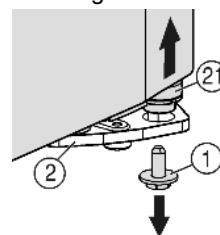
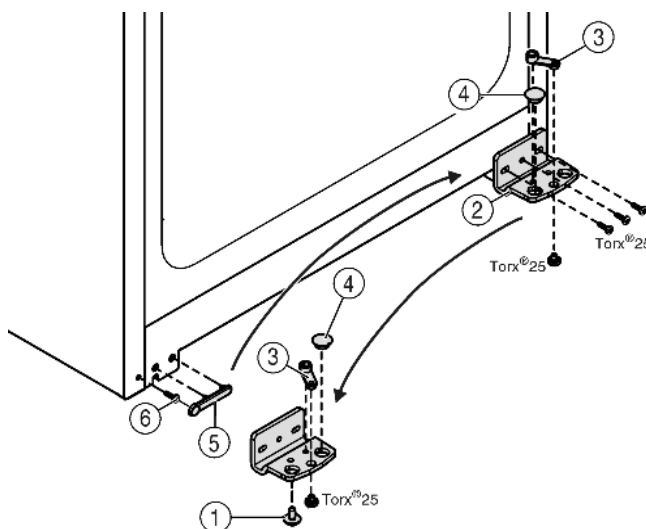

Fig. 5
Fig. 6
- ▶ Dévisser la vis de blocage du support d'appui *Fig. 5 (1)* en bas à droite.
- ▶ Le pivot d'appui *Fig. 5 (21)* se desserre du support d'appui *Fig. 6 (2)*.
- ▶ Si le pivot d'appui *Fig. 5 (21)* ne se desserre pas, chasser le support par le bas.
- ▶ Dévisser le support d'appui *Fig. 6 (2)*.
- ▶ Dévisser l'élément pivotant *Fig. 6 (3)* et le permuter dans le trou opposé du support d'appui, revisser à fond.
- ▶ Retirer le bouchon *Fig. 6 (4)* du support d'appui et le placer dans le trou du côté opposé au support d'appui.
- ▶ Retirer le cache *Fig. 6 (5)* côté poignée avec précaution.
- ▶ Retirer la vis *Fig. 6 (6)* et la revisser sur le côté opposé.
- ▶ Remettre en place le cache *Fig. 6 (5)*.
- ▶ Revisser le support d'appui *Fig. 6 (2)* sur le nouveau côté charnière, en utilisant une visseuse sans fil si nécessaire, avec un couple de serrage de **4 Nm**.
- Visser la vis d'arrêt Fig. 5 (1) en bas dans le pivot d'arrêt et la serrer à fond (**avec 4 Nm**).